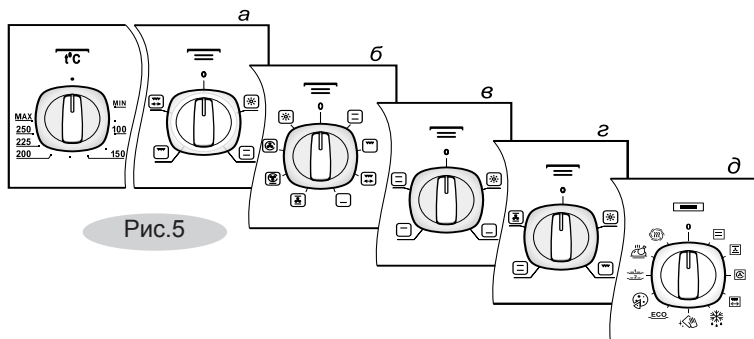

Рис.5
- ручкой режимов работы устанавливается необходимая функция (в зависимости от модели может быть вариант **а**, **б**, **в**, **г** или **д** (рис. 5);